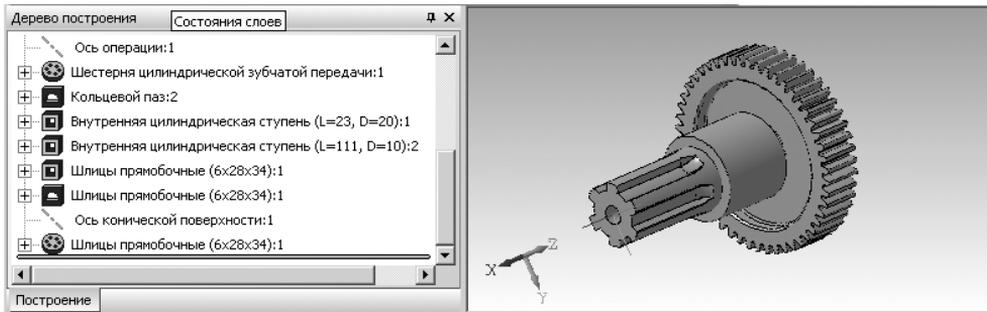

Рис. 3.100. **Дерево построения** и внутренняя цилиндрическая ступень трехмерной модели со стороны первой ступени вала
- щелкните в диалоговом окне **Шлицы прямоугольные** по кнопке – **ОК** для завершения ввода данных шлицев на первой ступени вала. Появятся шлицы на первой ступени вала, см. рис. 3.100. Одновременно в **Дереве построения** появятся соответствующие ветви построенного дополнительного элемента.